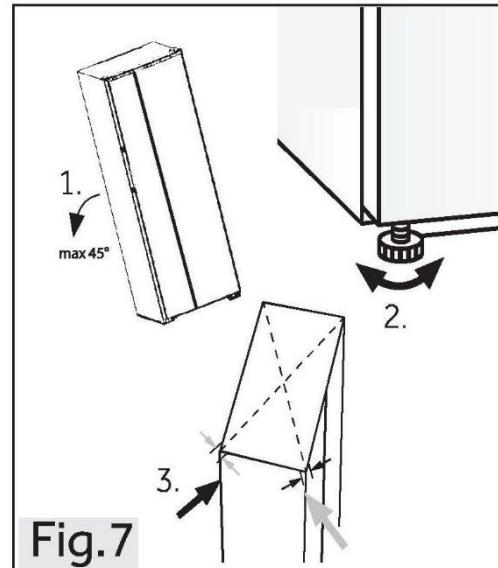

Fig.7
1. Inclinare lievemente all'indietro l'elettrodomestico (Fig.7).